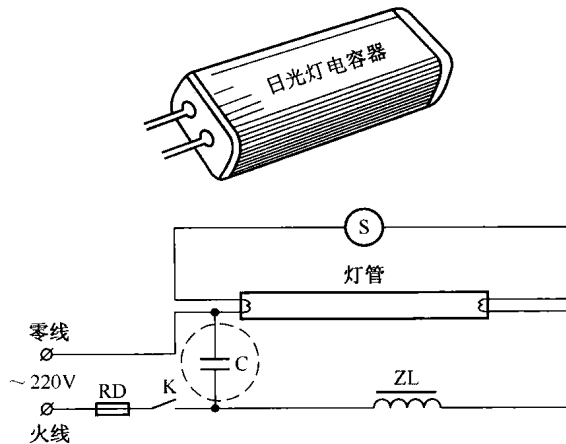

图 1-6 日光灯电容器
④ 日光灯电容器。日光灯电容器是用来补偿日光灯镇流器所需要的无功功率的。因为日光灯镇流器是电感元件，所以需加电容器进行补偿。电容器的外形与接线如图 1-6 所示。